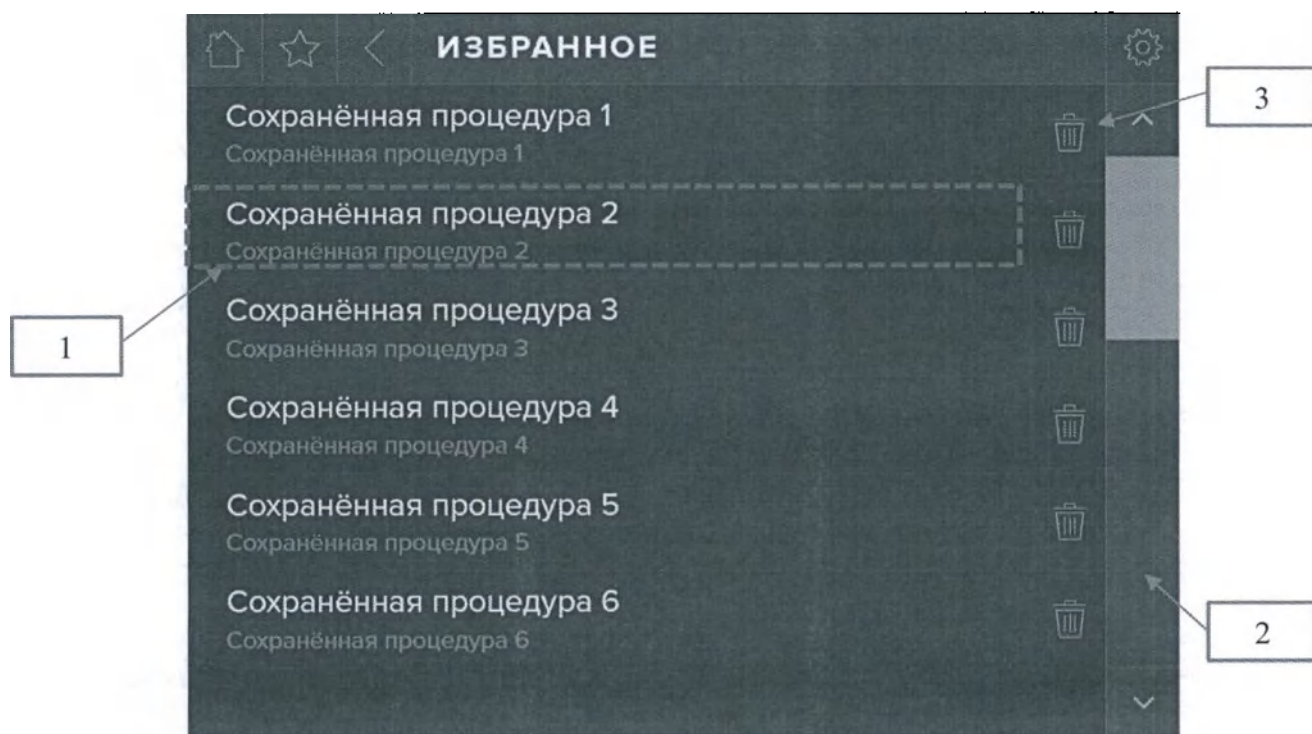

Рис. 20. Экран «ИЗБРАННОЕ»
На экране «ИЗБРАННОЕ» (рис. 20) отображается список сохраненных режимов (процедур) (максимальное количество – не более 20). Для загрузки сохраненного режима, необходимо нажать на область с названием данного режима (1).